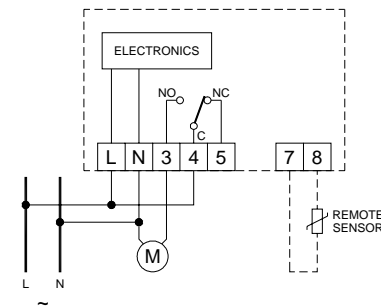

Fig. 5
3. Eseguire i collegamenti elettrici, facendo passare i fili tramite l'apertura rettangolare (5), seguendo lo schema di collegamento di Fig. 5.